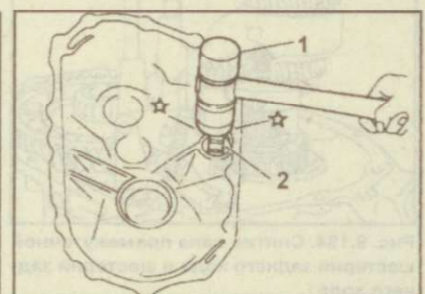

Рис. 9.182. Использование мягкого молотка (1) для снятия выключателя нейтрального положения (PNP) (2) коробки передач
3. Снимите выключатель нейтрального положения (PNP) коробки передач (рис. 9.182).